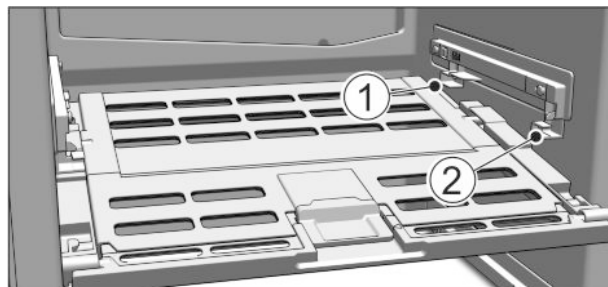

Fig. 14
▶ Introduceți capacul Fructe & legume mereu proaspete: Introduceți de jos ghidajele capacului în suportul de sprijin din spate Fig. 14 (1) și cuplați-le în față în suportul de sprijin Fig. 14 (2).